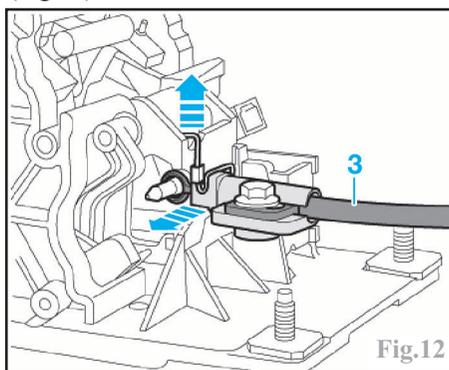

Fig.12
Débrancher le connecteur latéral du dispositif de guidage. Décrocher le câble de blocage (3) (Fig.12).